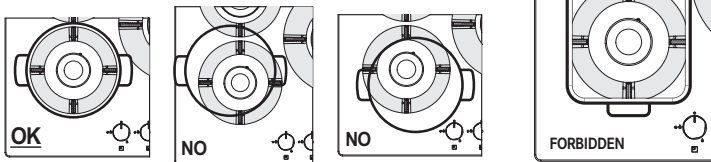

Abb. 1
Franke lehnt jede Haftung für Schäden infolge eines solchen Gebrauchs ab (Abb. 1).
- ▷ Stellen Sie eine Pfanne niemals gleichzeitig auf zwei Brenner (Abb. 1).
- ▷ Verwenden Sie niemals zwei Brenner gleichzeitig für dasselbe Kochgeschirr, z. B. eine Kasserolle oder eine Fischpfanne (Abb. 1).